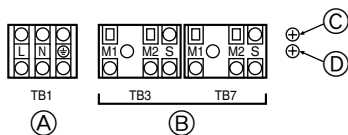

Fig. 6-1
6.2. Bedieningsdoos en aansluitpositie van bedrading (Fig. 6-1)
- Sluit de transmissieleiding voor binnenapparaten aan op het aansluitblok voor de transmissielijn (TB3) of sluit de bedrading tussen buitenapparaten of de bedrading met het centrale besturingssysteem aan op het aansluitblok voor centrale besturing (TB7). Wanneer u afgeschermd bedrading gebruikt, dient u de afscherming van de transmissieleiding van het binnenapparaat te aarden via de schroef (C) of (D) en de afscherming van de leiding tussen de buitenapparaten en de transmissieleiding van het centrale besturingssysteem te aarden op de aansluitklem (S) voor de afscherming op het aansluitblok (TB7) van het centrale besturingssysteem. Daarnaast dient, in het geval van een buitenapparaat waarbij de aansluitklem voor de netspanning CN41 is vervangen door CN40, de aansluitklem (S) voor de afscherming van aansluitblok (TB7) van het centrale besturingssysteem ook te worden aangesloten op de schroef (C) of (D) met de bijgesloten aarddraad.